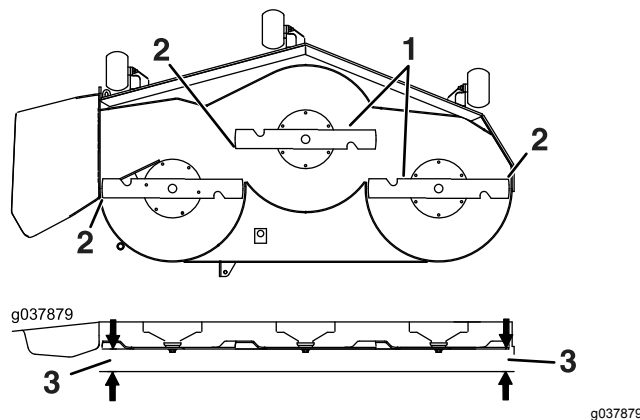

Figura 80
6. Mida entre la punta de la cuchilla y la superficie plana (Figura 80). Si ambas mediciones no están dentro de los 5 mm (3/16"), ajuste la nivelación; siga con este procedimiento.
- 13. Gire cuidadosamente las cuchillas colocándolas perpendicularmente al sentido de avance de la máquina (Figura 80).